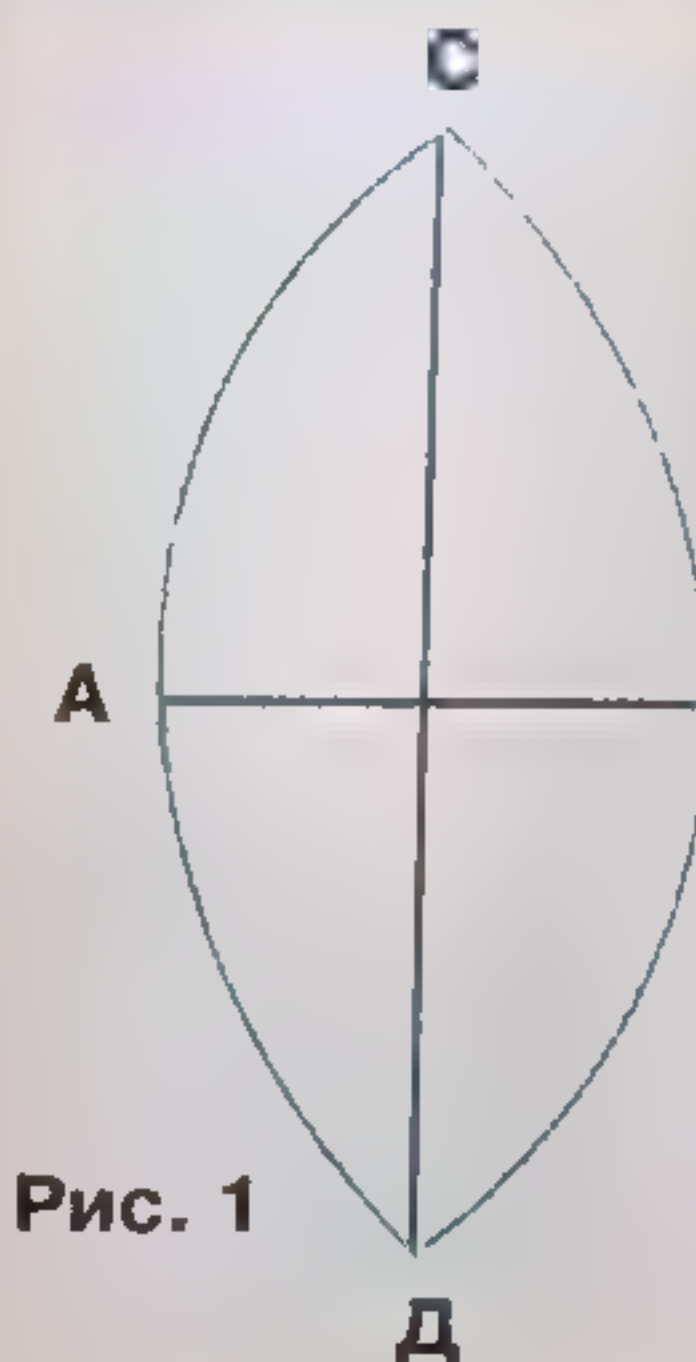

Рис. 1
- 4 детали № 1 (рис. 1), где $AB=4$ см,